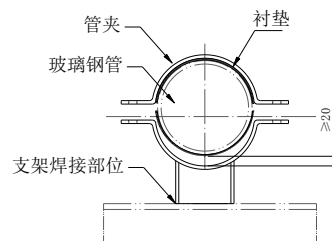

图1 支架焊接示意图
- 5.1.2 支架焊接时，玻璃钢管及衬垫下方与管夹应保持至少 20 mm 的间隙，支架焊接示意图见图 1。